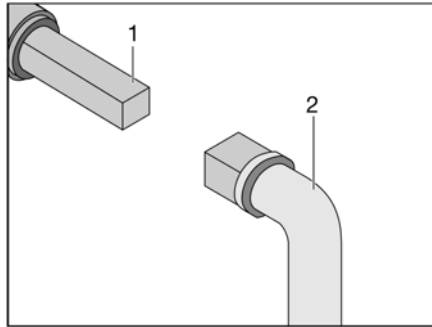

Bild 339 Handhavande avloppsventil
- Sätt nyckeln (Bild 339,2) mot fyrkanten (Bild 339,1).